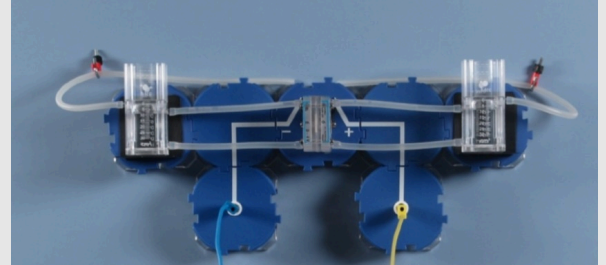

Abb. 1: Versuchsaufbau
- Den Stromkreis für den Elektrolyseur nach Abb. 1 aufbauen.